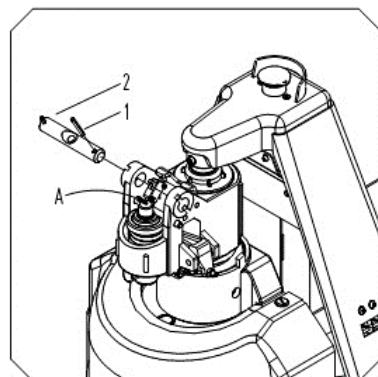

Рис.1
- См. рисунок 1. Вынуть штифт (1) из штифта (2), а затем вытащить штифт (2).